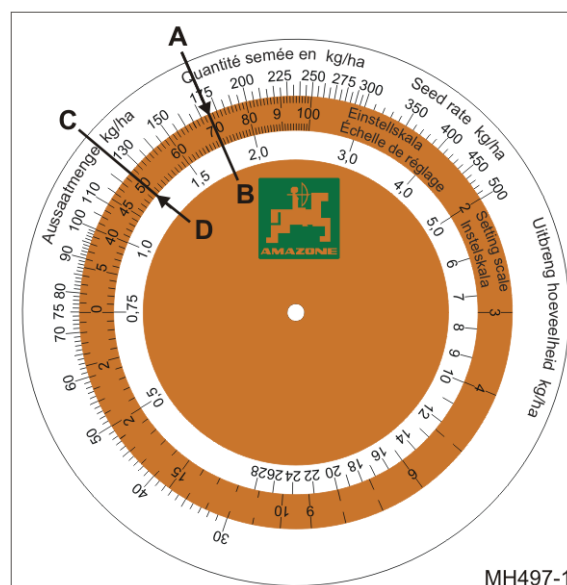

Fig. 160
- o cantitatea de semințe calculată 175 kg/ha (Fig. 160/A)
- o valoarea de reglare transmisie 70 (Fig. 160/B).
- o cantitatea de semințe dorită 125 kg/ha (Fig. 160/C)
- o valoare de reglare a transmisiei 50 (Fig. 160/D).